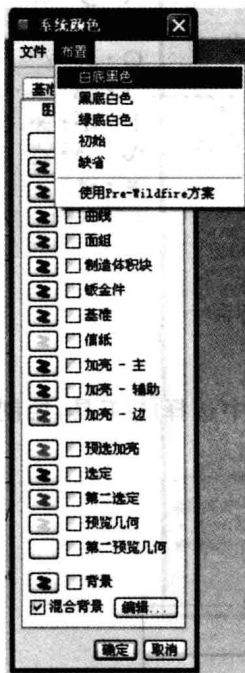

图 1.5 【系统颜色】对话框
④单击并按住【命令】区内的图标拖到主窗口工具栏上的合适位置,就可以将该图标添加到工具栏上。如果单击并按住工具栏上的图标拖放到【定制】对话框中,可以将该图标删除。
①选择【视图】|【显示设置】|【系统颜色】命令,弹出【系统颜色】对话框,如图 1.5 所示。